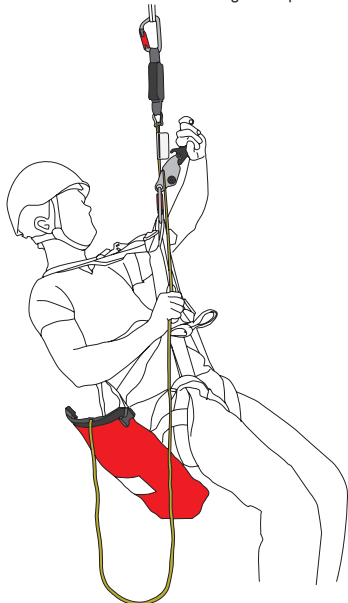

Fig. 2
3. Sujete el dispositivo de descenso al punto de sujeción frontal del arnés (fig. 2 – se recomienda el punto de sujeción inferior EN813 del arnés) con el mosquetón. Asegúrese de que ambos mosquetones estén desbloqueados del todo.